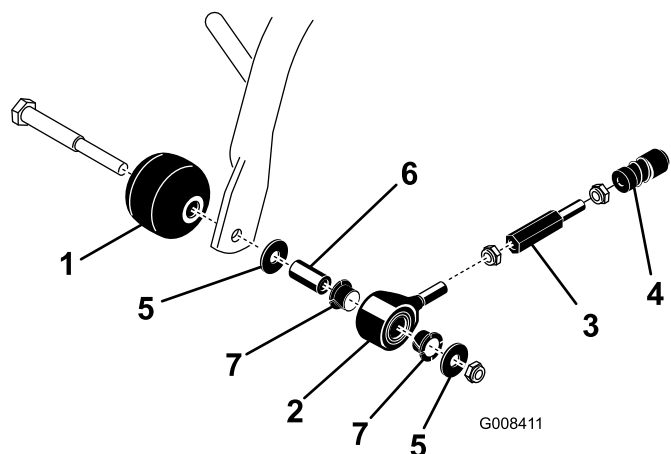

Figura 9
- Montate un rullo antistrappo e un gruppo collegamento trazione sulla parte più esterna di ogni telaio portante anteriore, per mezzo di un albero per rullo, distanziali, rondelle e dadi di bloccaggio (Figura 9). Assicuratevi che i vari elementi siano disposti come illustrato e che le boccole in nylon siano inserite nel gruppo collegamento trazione.